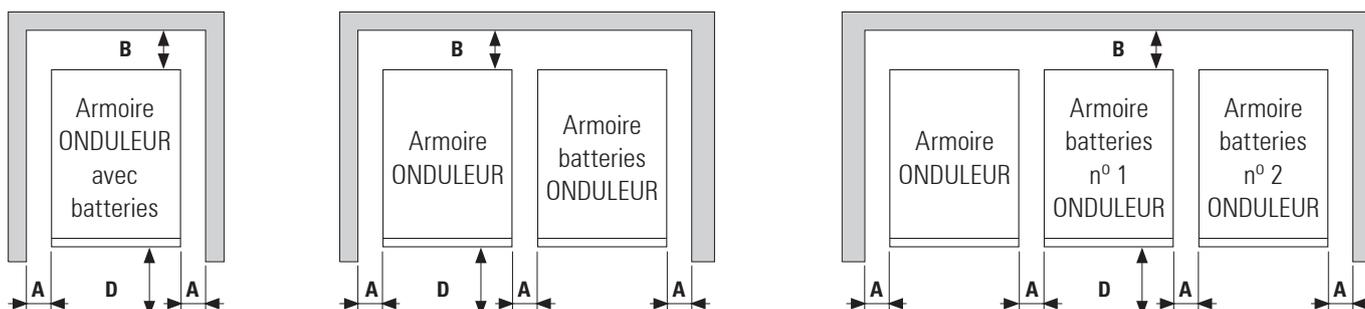

Fig. 30. Dimensions minimales périphériques pour la ventilation de l'ONDULEUR.
- Dans la Fig. 30 on montre comme exemple, deux cas typiques par rapport au modèle. Celui qu'il n'est composé que d'une armoire, celui de l'ONDULEUR avec les batteries à son intérieur et celui de l'ONDULEUR avec les batteries dans une armoire indépendante ou autonomie étendue.